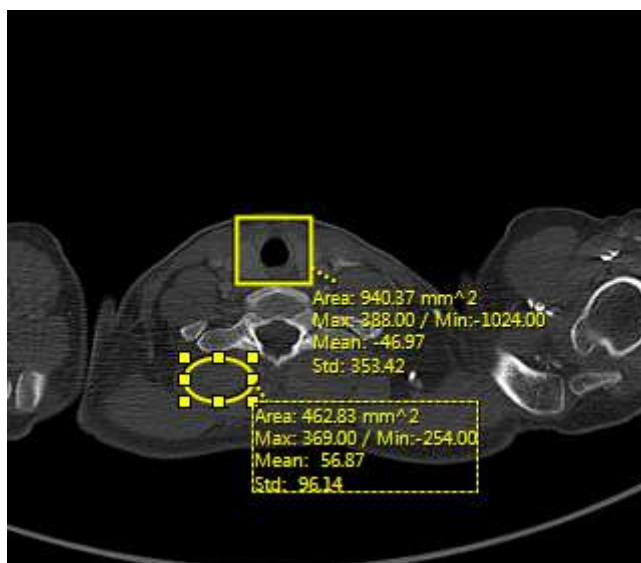

Рисунок 6-13 Измерение прямоугольника / эллипса
4. После того, когда будет завершено измерение, то значение расстояния и единица измерения отображаются на изображении, как показано на Рисунок 6-13. Можно рассмотреть текущую область измерения, макс. / мин. значение КТ и среднее / стандартное значение КТ.